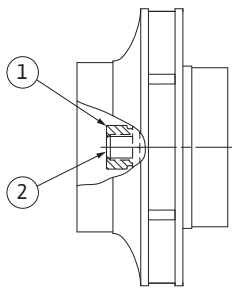

Fig. 53: Korrekte Lage der Laufmutter nach der Montage
29. Welle festhalten (siehe Handlungsschritt 24) und die Laufmutter mit dem vorgeschriebenen Anzugsmoment festziehen (siehe Auflistung „Tabelle 11: Schraubenanzugsmomente“ auf Seite 52). Die Mutter (Fig. 53, Pos. 1) muss ungefähr $\pm 0,5$ mm mit dem Wellenende (Fig. 53, Pos. 2) bündig sein. Sollte dies nicht der Fall sein, die Mutter lösen und Handlungsschritte 25 bis 29 wiederholen.